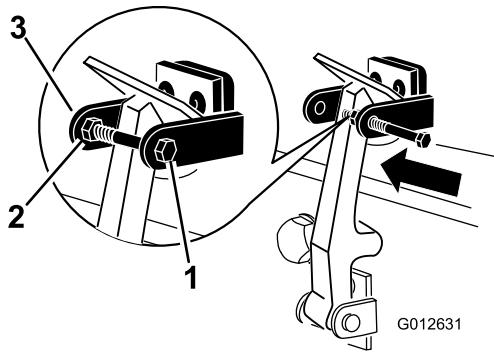

Bild 6
8. Schrauben Sie die Schraube in den anderen Arm der Halterung des Motorhaubenriegels, um den Riegel zu arretieren (Bild 6). Ziehen Sie die Schraube (nicht die Mutter) an.